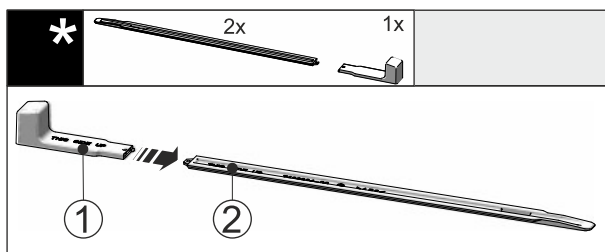

Fig. 41
- Montagegriff Fig. 41 (1) an die Nivellierschiene Fig. 41 (2) stecken.